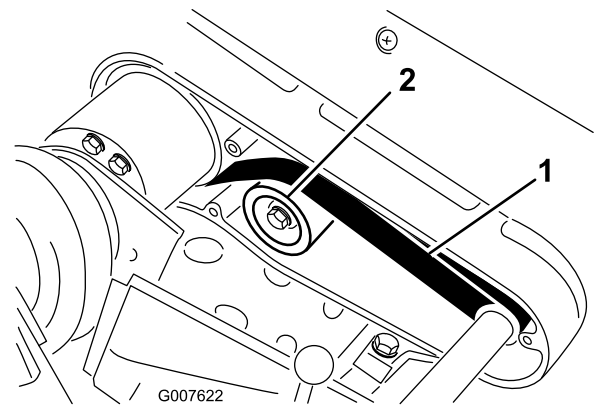

Bild 39
2. Bringen Sie eine Kraft von 22-26 N in der Mitte zwischen den Riemenscheiben (Bild 39) auf den Riemen an.
- A. Lösen Sie die Befestigungsmutter der Spannscheibe und drehen Sie die Spannscheibe nach rechts gegen die Rückseite des Riemen, bis Sie die gewünschte Riemen­spannung erzielt haben (Bild 39).